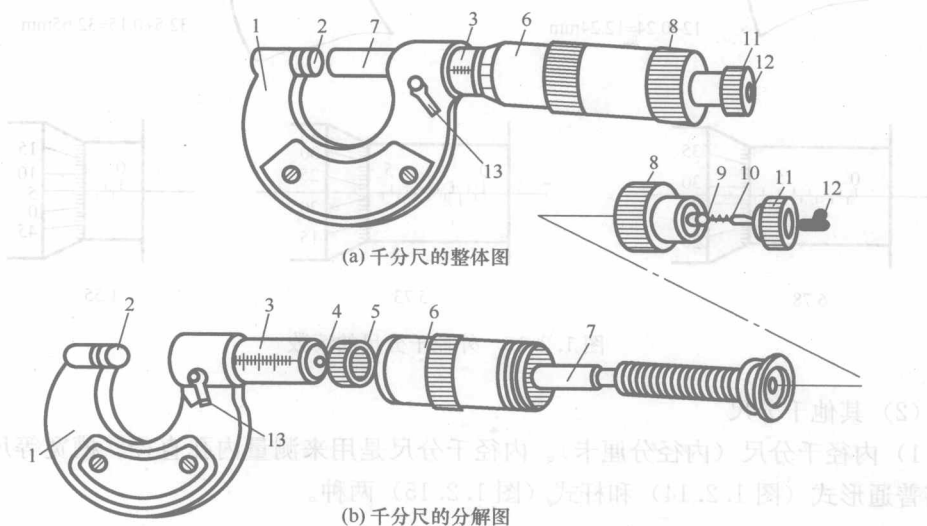

图 1.2.11 千分尺的结构
2) 外径千分尺的结构。常用千分尺的结构如图 1.2.11 (a, b) 所示，其中固定套筒（主尺）3 的表面有刻度，衬套 4 内有内螺纹，螺距为 0.5mm，测微螺杆 7 右面